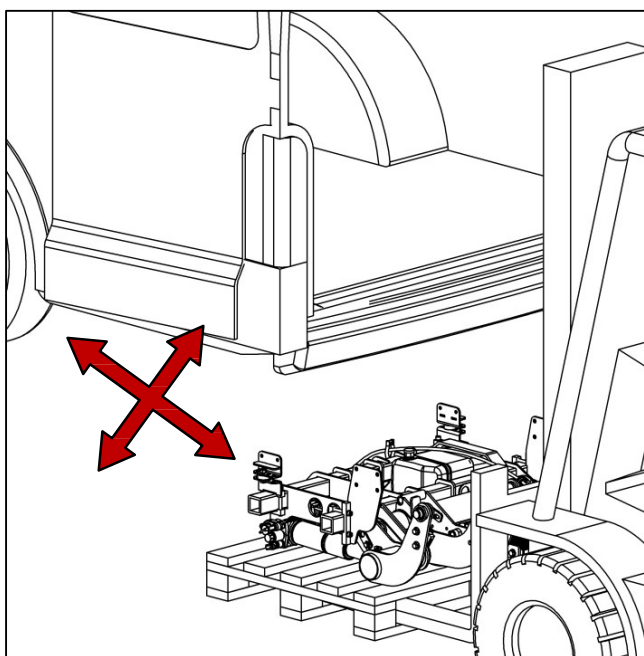

Fig. 26
- Alinee el mecanismo de elevación debajo del vehículo en una herramienta de montaje o un pallet (vea la Fig. 26).